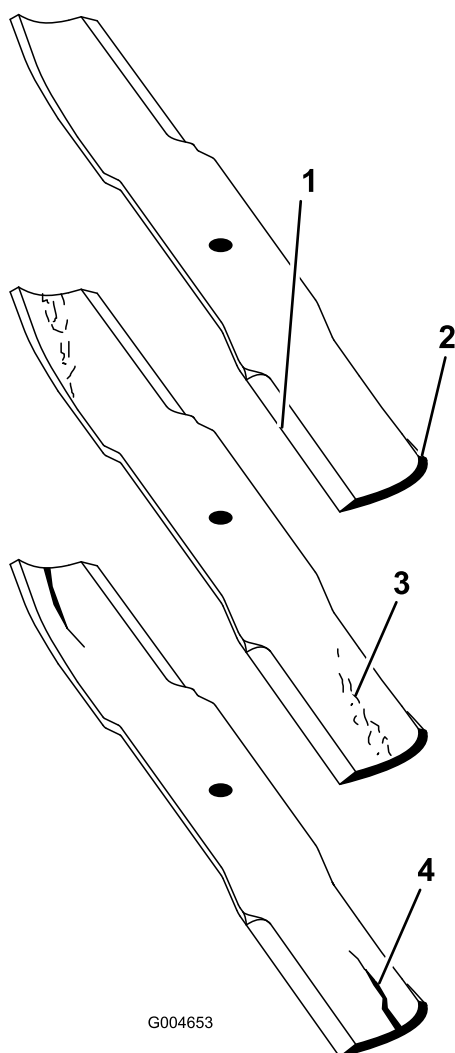

Figura 25
1. Inspeccione as extremidades de corte (Figura 25). Se as extremidades não estiverem afiadas ou estiverem amolgadas retire e afie as lâminas. Consulte a Afição das lâminas (página 19).
2. Inspeccione as lâminas, especialmente a área da aba (Figura 25). Se verificar quaisquer danos, desgaste, ou a formação de ranhuras nesta área (Figura 25), instale imediatamente uma lâmina nova.